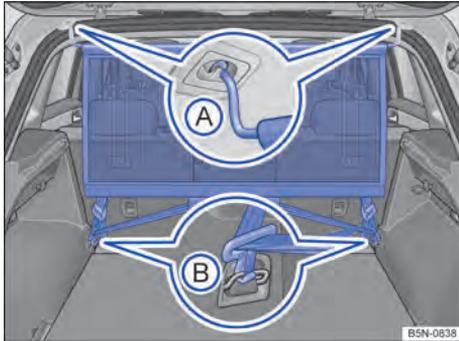

Fig. 190 Red de separación montada.
- Enganche la red de separación en el alojamiento izquierdo del techo → fig. 190 A. Asegúrese de tirar de la varilla transversal hacia abajo más allá de la posición superior.
- Enganche la red de separación en el alojamiento derecho del techo comprimiendo la varilla transversal → fig. 190 A.
- Enganche los dos ganchos de la red de separación en las argollas de amarre del maletero → fig. 190 B y tense bien los cinturones de fijación.
- Desenganche los ganchos de la red de las argollas de amarre → fig. 190 B.
- Desenganche la red de separación del alojamiento derecho del techo → fig. 190 A comprimiendo la varilla transversal.